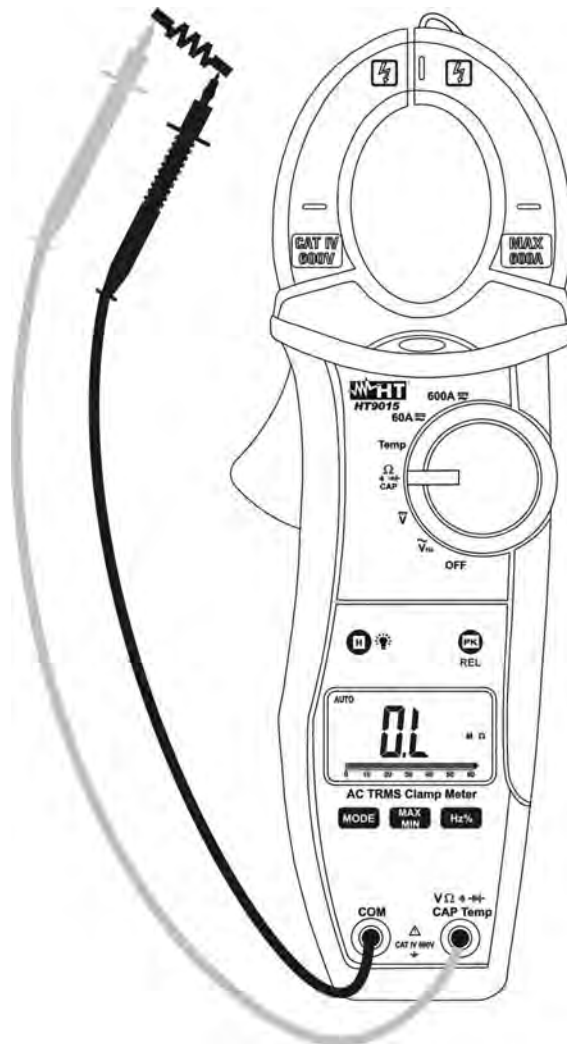

Fig. 5: Uso de la pinza para la medida de la Resistencia
3. Posicione las puntas de prueba en el punto deseado del circuito en examen (Fig. 5). El valor de la resistencia es mostrado en el visualizador